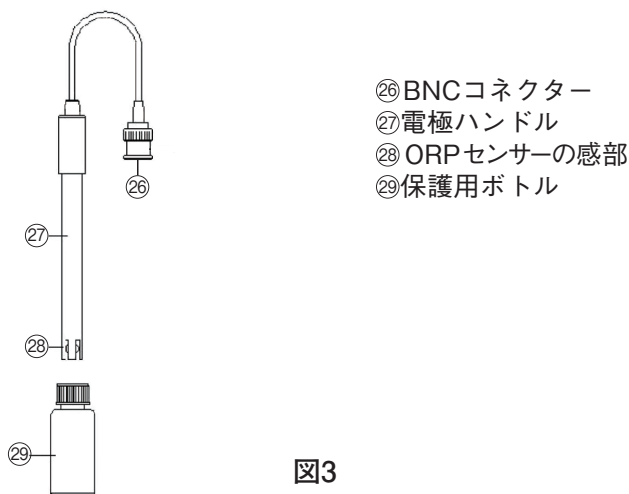

図3
- (2) ORPセンサー(ORP-14、オプション)を用意し、ORPセンサーのBNCコネクター(②⑥、図3)をpH電極ソケット(BNCソケット)(①⑥、図1)に挿入してください。
- (3) ORPセンサーの感部(②⑧、図3)を測定対象の溶液の中に浸し、表示部(①、図1)の値が安定したところで読み取ります。